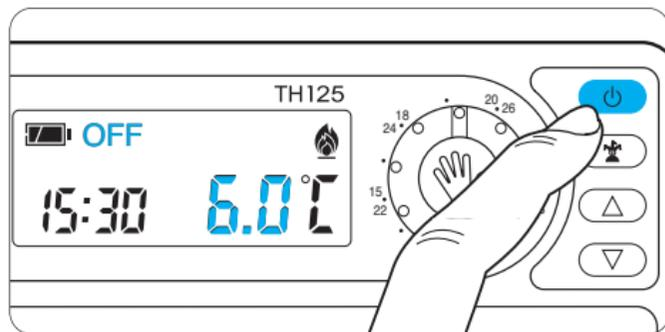

Fig. 34
10.1 - Premere una sola volta il pulsante  (fig. 34).